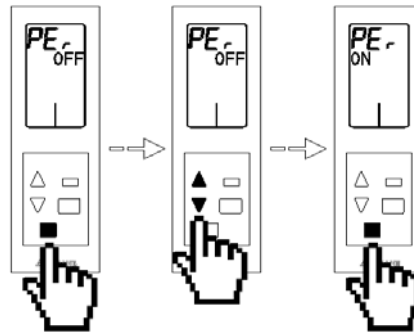

Fig. 79
- **Apertura del canale di associazione radio PE_r :** Questa opzione permette di aprire il canale di comunicazione con la scheda centrale per la configurazione dei termostati. Per difetto il valore è impostato su OFF . Per aprire il canale premere $\square$, ed il valore inizierà a lampeggiare ad indicare che siamo all'interno del sottomenù, selezionare mediante le frecce $\triangle \nabla$ la opzione ON per aprire il canale e premere $\square$ per confermare. (Fig.79)